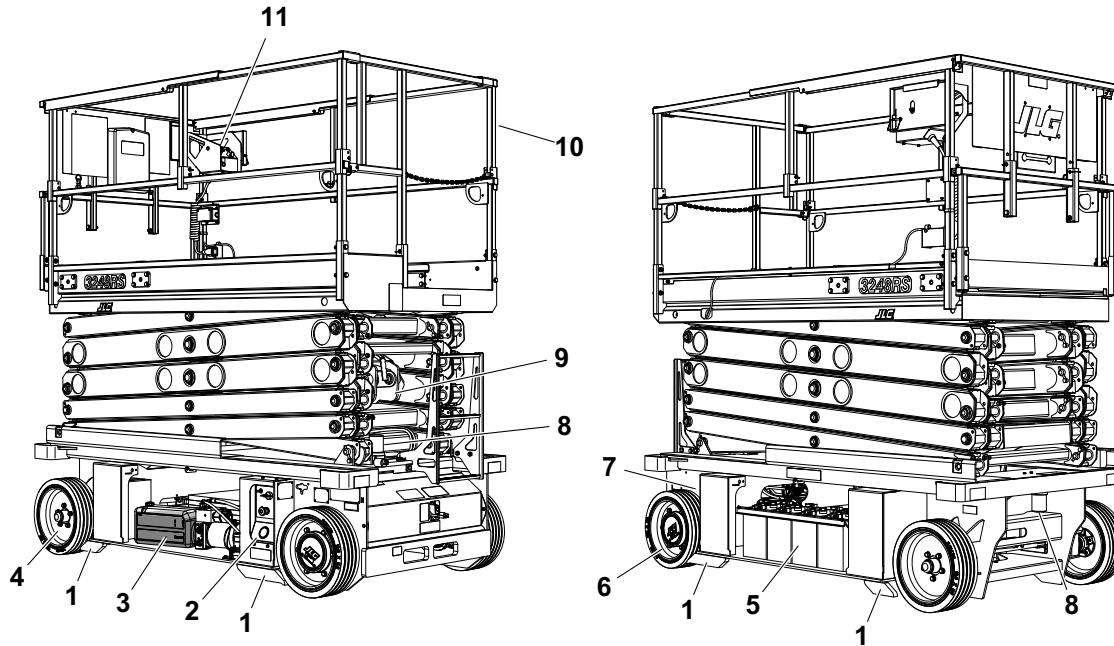

Fig. 2-1. Daglig rundvandningsinspektion (sidokåpor borttagna) – Alla maskiner
5. **”Rundvandringsinspektion”** – se Fig. 2-1. på sid. 2-7.
Börja "rundvandringsspektionen" vid punkt 1, se Fig. 2-1. på sid. 2-7. Fortsätt att kontrollera varje punkt i ordning med avseende på de tillstånd som upptas i följande checklista.